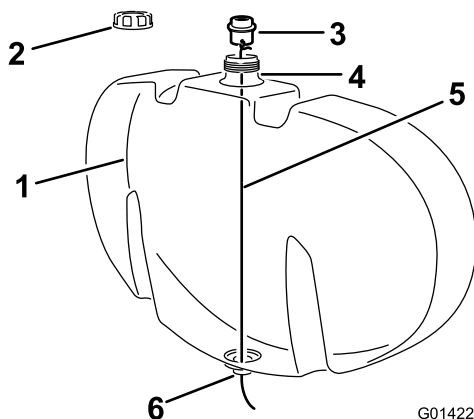

**Figura 5**
A. Montate una guarnizione pulita sul raccordo del diaframma, come illustrato nella Figura 5.
B. Fissate un pezzo di filo, di circa 122 cm di lunghezza, attraverso uno dei fori della forcella di fissaggio nel raccordo del diaframma, come illustrato nella Figura 5.
D. Fate scendere il filo attraverso l'apertura nel foro di riempimento del serbatoio e disponetelo attraverso il foro aperto nella parte inferiore del serbatoio (Figura 5 e Figura 6).